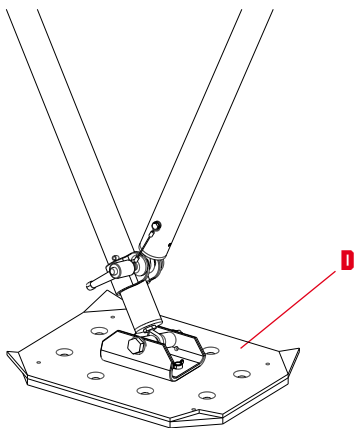

fig. 4A
- avvitare e serrare i perni filettati dei grilli (M).
- c) Collegare le basi (D) mediante le apposite viti scegliendo il lato più idoneo alla superficie di appoggio disponibile:
- lato gommato per superfici di appoggio lisce e dure (fig. 4A),